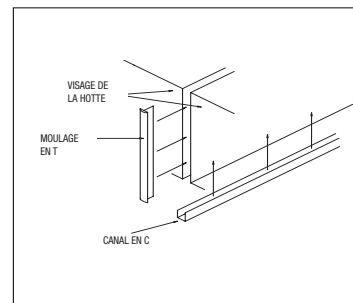

FIGURE 3
- Installez un profilé en C à l'endroit où les extrémités du capot se rejoignent et installez des moulures en T sur la face avant des capots à l'endroit où ils se rejoignent. Du silicone haute température peut être utilisé pour installer les moulures en canal et en T (voir Fig. 3).